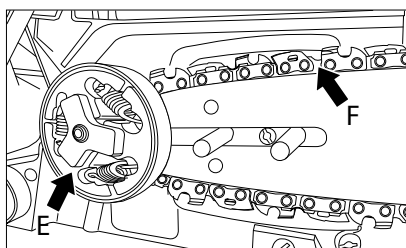

Рис. 8
6. Заведите цепь за ведущее цепное колесо (Е). Проверьте, хорошо ли поставлены звенья цепи между зубьями цепного колеса (рис. 8).
7. Вставьте звенья в паз шины (F) по периферии (рис. 8).